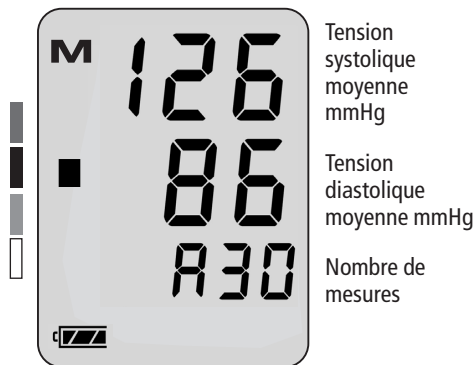

Figure 8
- ➔ L'appareil étant éteint, rappelez la valeur moyenne après 30 mesures enregistrées en pressant la touche START pendant environ 3 secondes. La valeur moyenne de l'ensemble des mesures enregistrées (Systole et Diastole) apparaît. Sur la partie " PUL" de l'écran, le nombre de mesures apparaît (voir figure 8)
Dans le bord gauche de l'afficheur, un rectangle noir apparaît (voir figure 8). Il correspond à la grandeur de la tension artérielle moyenne. À l'aide de l'échelle d'évaluation jointe (voir figure 9), recherchez dans quelle zone se situe votre tension artérielle selon l'OMS (voir page 79).